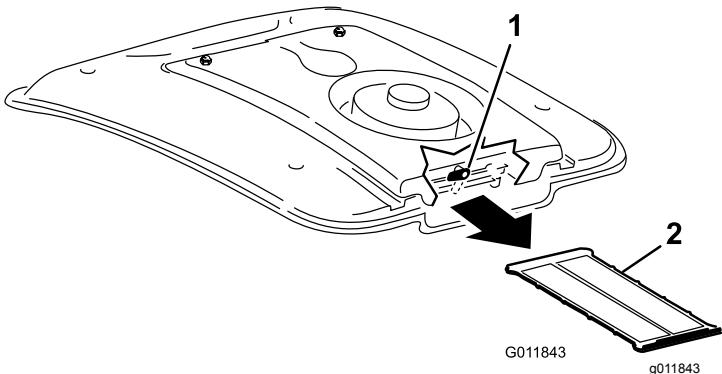

Figure 117
2. À l'arrière du support du ventilateur, tournez le verrou de côté (Figure 117).
3. Glissez le filtre de climatisation hors du serpentin (Figure 117).
4. Nettoyez soigneusement le filtre à l'air comprimé (Figure 117).